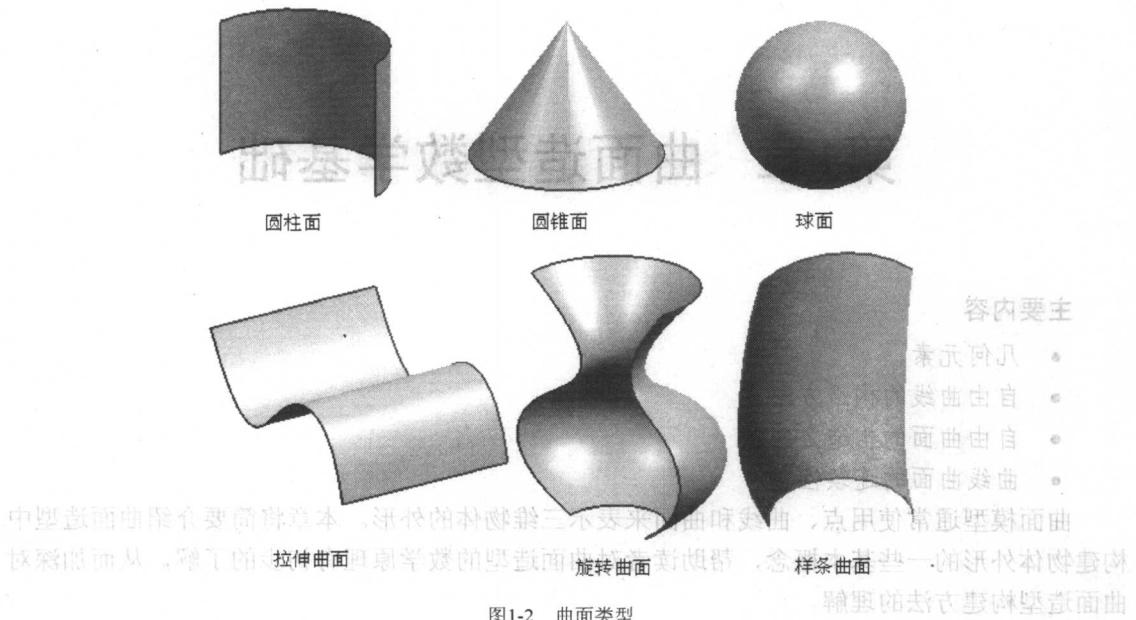

图1-2 曲面类型
- 曲面：曲面的种类包括圆柱面、圆锥面、球面、拉伸曲面、旋转曲面、B样条曲面。在UG系统中，利用直纹面、扫描曲面、过曲线曲面、过网格曲线曲面以及自由曲面成型等功能构建的曲面是B样条曲面。曲面类型如图1-2所示。